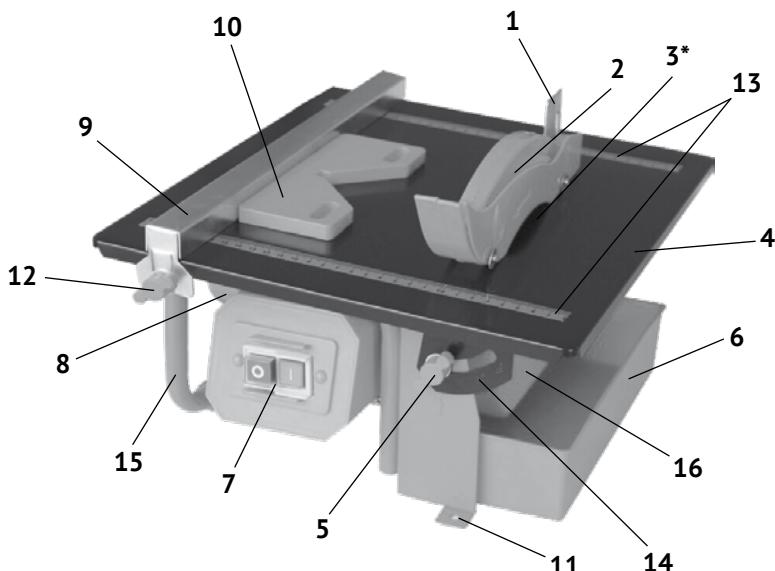
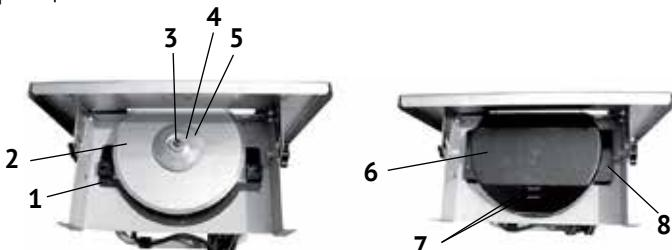

рис.1
рис.2
1.6 Общий вид и элементы плиткореза представлены на рис.1
1.7 Асинхронный двигатель крепится на платформе, закреплённой на трубчатой раме (рис.1 поз.15) под рабочим столом (рис.1 поз.4). На вал якоря двигателя, между опорным и прижимным фланцами, крепится отрезной алмазный круг (рис.1 поз.3).
Охлаждение круга во время работы осуществляется погружением его нижней части в поддон с водой. Поддон (рис.1 поз.6) устанавливается под нижний защитный кожух (рис.1 поз.16). На кожух нанесены: стрелка, указывающая направление вращения диска, и риски, отмечающие нижний (min) и верхний (max) уровни охлаждающей воды.
ле (с двух сторон) нанесена метрическая разметка (рис.1 поз.3).
Заготовка размещается на рабочем столе (рис.1 поз.4) в нужном положении с помощью параллельного (рис.1 поз.9) или углового (рис.1 поз.10) упоров. Разрезаемая плитка подаётся оператором по рабочему столу к отрезному кругу вручную.
1.9 Выключатель – магнитный пускатели (рис.1 поз.7) расположены на блоке управления двигателем. Он имеет две кнопки: зелёная с символом «1» - включение двигателя и красная с символом «0» - выключение двигателя (МЭК 60417).
На нижнем защитном кожухе (рис.1 поз.16) стрелкой указано направление вращения круга.
Плиткорез поставляется полностью собранным, за исключением верхнего защитного кожуха (рис.1 поз.2).
- установить плиткорез на ровной, горизонтальной поверхности рабочего стола (верстака), вставив 2-е резиновые ножки (из комплекта поставки) в крепёжные отверстия (рис.1 поз.11).
- раскрутить болтовое соединение верхнего кожуха (рис.1 поз.2);
- совместив крепёжные отверстия кожуха и расклинивающего ножа (рис.1 поз.1), соединить их болтом и закрепить гайкой. Крепление не должно быть жёстким. Кожух должен иметь возможность вращения вокруг оси крепления, чтобы фиксироваться в выбранном положении относительно круга (рис.1 поз.3);
- установить на нужном расстоянии от круга (справа или слева) параллельный упор (рис.1 поз.9). Для точной установки заготовки использовать шкалы (рис.1 поз.13) рабочего стола;
- выставив в нужное положение параллельный упор, зафиксировать его захватным винтом (рис.1 поз.12);
- под нижний защитный кожух установить поддон (рис.1 поз.6) и заполнить его водой. Постоянно следить за уровнем воды по рискам на нижнем кожухе.
- ослабить крепление винтов фиксации (рис.1 поз.5) с двух сторон рабочего стола;
- выставить нужный угол наклона по шкале (рис.1 поз.14);
Замене подлежит алмазный круг, режущая часть которого (напыление) полностью выработалась. Для замены круга (см. рис.2):
- вынуть поддон (рис.1 поз.6) из-под нижнего защитного кожуха (рис.2 поз.6);
- снять нижний защитный кожух, открутив два винта (рис.2 поз.8);
- зафиксировав ключом вал якоря двигателя (рис.2 поз.3), открутить зажимную гайку (рис.2 поз.4), снять с вала прижимной фланец (рис.2 поз.5) и круг (рис.2 поз.2);
- очистить опорный и прижимной фланцы, крышку кожуха (рис.2 поз.1) и сам кожух;